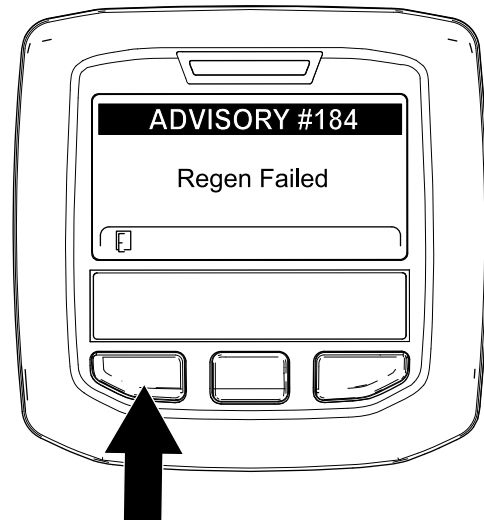

Figure 59
**Remarque:** Si la régénération échoue, l'InfoCenter affiche Advisory #184 (avis n° 184) (Figure 59). Appuyez sur le bouton gauche pour quitter l'écran d'accueil.